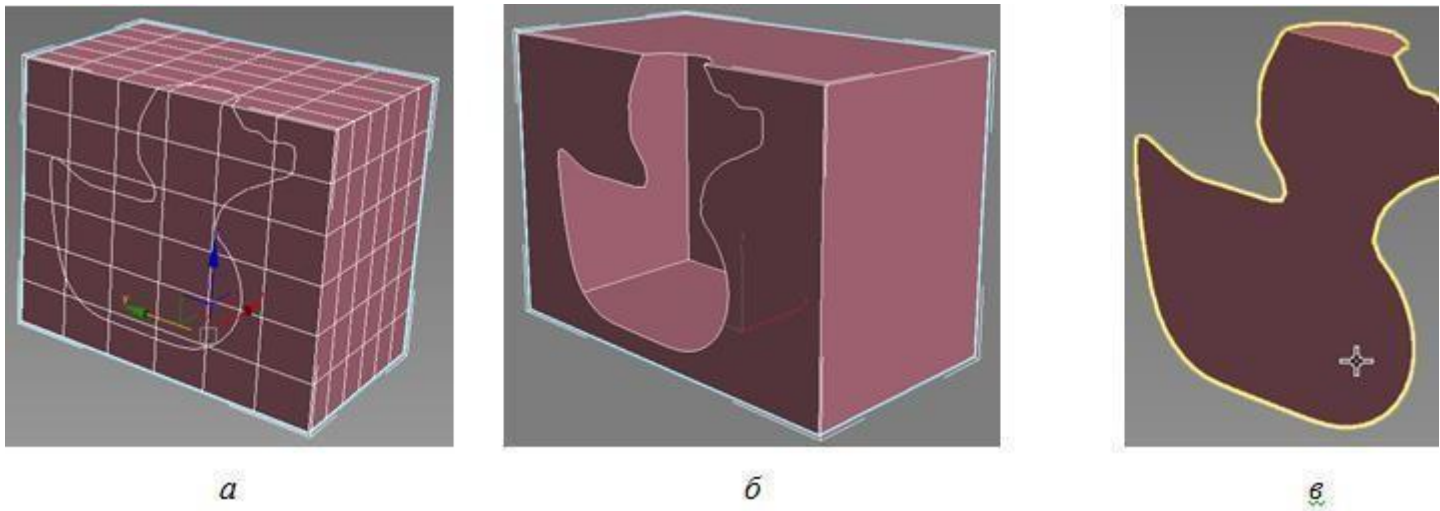

Рис. 4. Варианты булевых операций: *а* — **Intersection+Imprint**; *б* — **Union+Cookie**; *в* — **Intersection+Cookie**
- **Imprint** вставляет ребра, возникающие при пересечении операндов, между операндом и исходной сеткой без удаления или добавления новых граней, создавая отпечаток операнда на исходной сетке (рис. 4, *а*).
- **Cookie** выполняет специфическую булеву операцию и не добавляет грани из операндов в исходную сетку. Но эта операция может быть полезна, чтобы вырезать отверстие в сетке или получить часть сетки внутри другого объекта (рис. 4, *б* и *в*).